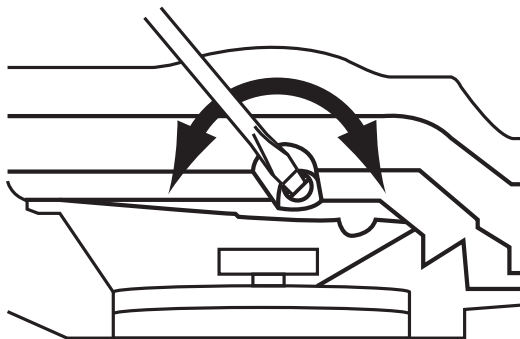

Abb. 32
2. Drehen Sie die Regulierschraube (24) mit dem Schraubendreher (31) gegen den Uhrzeigersinn, um die Ölflussmenge zu erhöhen.
3. Drehen Sie die Regulierschraube (24) im Uhrzeigersinn, um die Ölflussmenge zu verringern (Abb. 32).